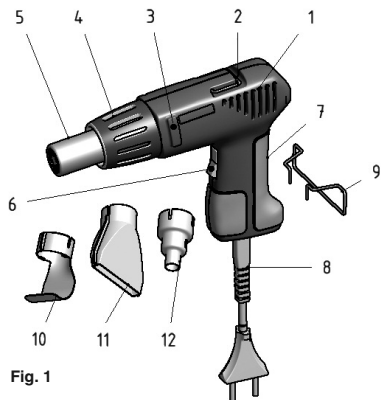

Fig. 1
Legende (Fig. 1):
2. Gerät am Schalter (Pos. 6 Fig. 1) einschalten. Sie können das Gerät mit zwei verschiedenen Temperaturstufen betreiben. Dazu einfach nur die passende Schalterstellung I oder II auswählen. So können Sie die Temperatur optimal an die Arbeitsaufgabe und die Materialien anpassen.
Am Gehäuse sind kleine Erhebungen (Pos. 3 Fig. 1) angebracht, auf denen die Pistole abgelegt werden kann. Diese sorgen dafür, dass der Luftstrahl immer etwas nach oben gerichtet wird. Bitte beachten Sie, dass es bei der Verwendung von bestimmten Vorsatzdüsen zu einer Berührung zwischen Ablagefläche und Düse kommen kann! Hier besteht Brand- und Schmorgerfahr!